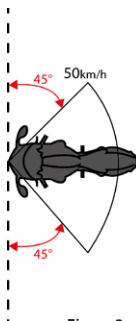

Figura 3
Il sistema Tech-Air® Off-Road è in grado di gonfiarsi e proteggere entro i 200 millisecondi dall'inizio dell'incidente, negli incidenti in cui una moto colpisce un veicolo o un ostacolo (Figura 3), se vengono rispettate le seguenti condizioni:
IMPORTANTE! La Figura 3 delinea l'involucro di protezione in cui si prevede che il sistema Tech-Air® Off-Road si gonfi entro i 200 millisecondi dall'inizio dell'incidente. A velocità superiori a 50 km/h (31 mph) o al di fuori dell'angolo dichiarato, è atteso che il Sistema si gonfi ugualmente; Tuttavia, al di fuori dell'involucro di protezione, il sistema potrebbe non essere completamente gonfiato prima del contatto tra l'ostacolo e l'utente.
- è atteso che il Sistema Tech-Air[®] Off-Road si gonfi e risulti protettivo entro i 200 millisecondi dall'inizio dell'incidente, durante incidenti (Figura 3) dove la motocicletta colpisce un veicolo od un ostacolo mentre l'utente guida il mezzo in posizione seduta;
- è atteso che il Sistema Tech-Air[®] Off-Road si gonfi e risulti protettivo entro i 300 millisecondi dall'inizio dell'incidente, durante incidenti (Figura 3) dove la motocicletta colpisce un veicolo od un ostacolo mentre l'utente guida il mezzo in piedi;